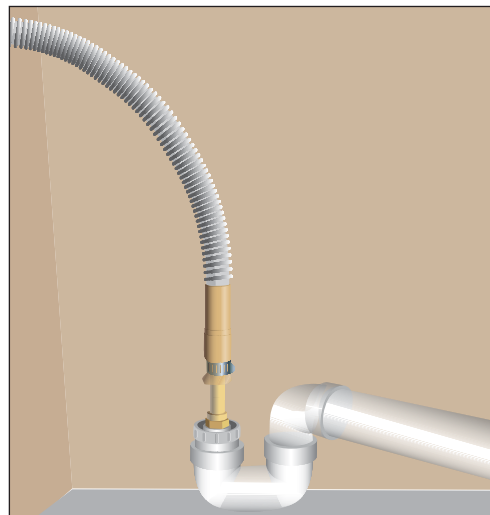

Рис. 10.258. Сливная труба посудомоечной машины подсоединяется к сифону
□ **Организация слива воды.** Сливную трубу посудомоечной машины, как правило, подсоединяют к сифону под кухонной мойкой (рис. 10.258).